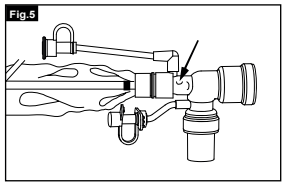

Fig. 5
3. Irriguer jusqu'à ce que le cathéter soit dégagé (fig. 5).